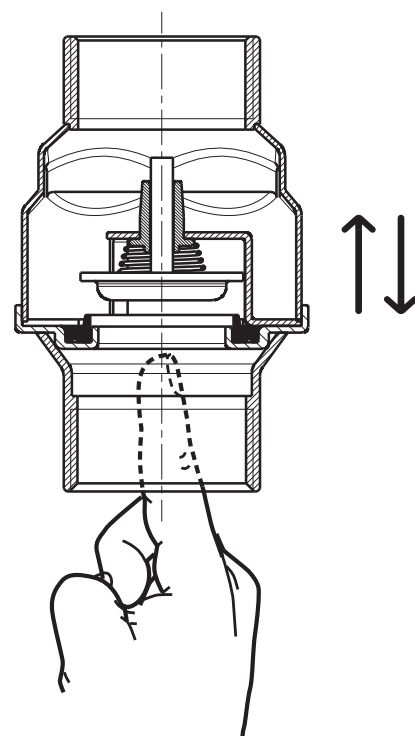

Fig. 1
- Controllare il corretto funzionamento della valvola spingendo l'otturatore dal lato aspirazione nel verso indicato dalla freccia stampigliata sul corpo valvola (Fig. 1). L'otturatore deve scorrere verso l'alto ed una volta lasciato libero deve ritornare da solo verso il basso. Se ciò non avviene controllare che non vi siano corpi estranei all'interno della valvola e ripetere l'operazione. Se l'otturatore non scorre liberamente la valvola non deve essere montata.